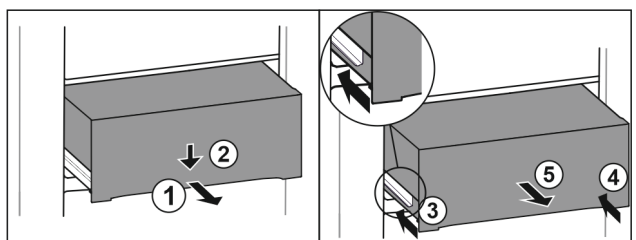

Fig. 151
- ▶ Wyciągnąć szufladę do połowy. Fig. 151 (1)
- ▶ Popchnąć szufladę z przodu w dół. Fig. 151 (2)
- ▶ Wsunąć lewą szynę o ok. 2 cm. Fig. 151 (3)
- ▶ Wsunąć prawą szynę o ok. 2 cm. Fig. 151 (4)
- ▶ Wyjąć szufladę do przodu. Fig. 151 (5)